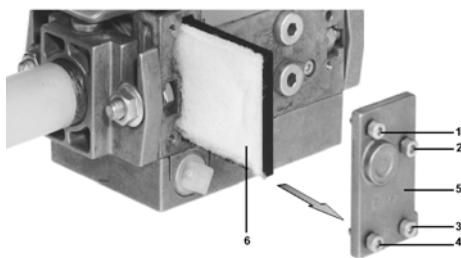

Fig. 18
- 2 Indepartati suruburile 1 ÷ 4 utilizand o cheie Allen n. 3 (imbus) si indepartati capacul filtrului 5 ca in Fig. 18.